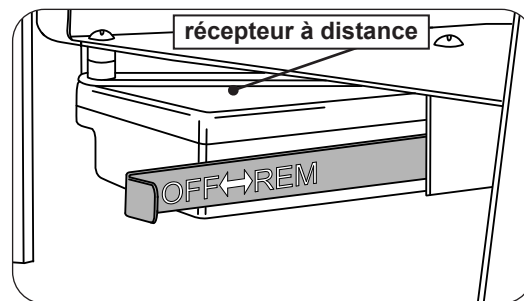

Fig. 34-2
2. Localisez l'actionneur de l'interrupteur OFF/REMOTE actionneur coulissant à l'arrière gauche du brûleur. Faites glisser l'actionneur à la position **REMOTE** droit. Voir Fig. 34-2.